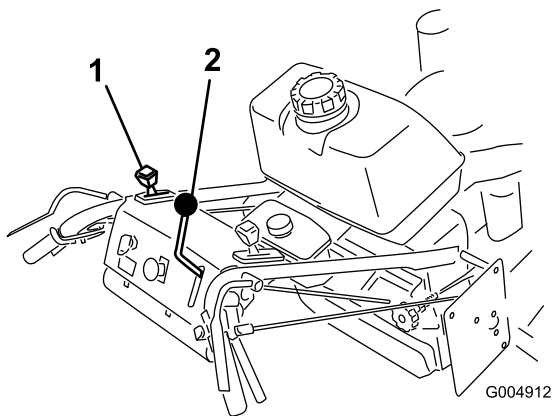

Figura 10
4. Suelte lentamente las palancas de avance para desplazarse hacia adelante (Figura 10).
Para ir en línea recta, suelte las dos palancas uniformemente (Figura 10).
Para girar, apriete la palanca de avance del lado hacia el cual desea girar (Figura 10).
Desde punto muerto, apriete lentamente las palancas de avance para desplazarse hacia atrás (Figura 10).